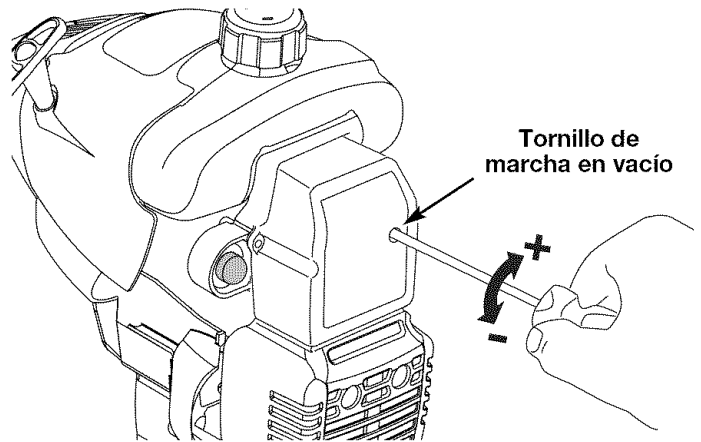

Fig. 23
La velocidad lenta del motor puede ser ajustada por la cubierta del silenciador / filtro de aire (Fig. 23).
2. Suelte el gatillo del regulador y deje que el motor funcione en marcha lenta. Si el motor se para, inserte un pequeño destornillador Phillips en el orificio de la cubierta del silenciador / filtro de aire (Fig. 23). Gire el tornillo de marcha lenta en **sentido horario**, de a 1/8 de vuelta por vez (según sea necesario) hasta que el motor funciona en mínima.